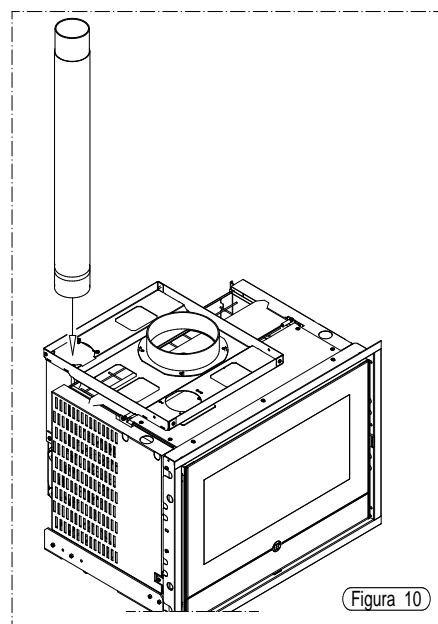

Figura 10
- Per ultima cosa procedere a collegare la canna fumaria all'inserto stesso (Figura 10). E' necessario predisporre un'apertura sul lato sinistro della cappa del camino per poter eseguire quest'operazione e per poter pulire il "T" dell'inserto stesso: la mancanza di detta apertura fa decadere immediatamente la garanzia.